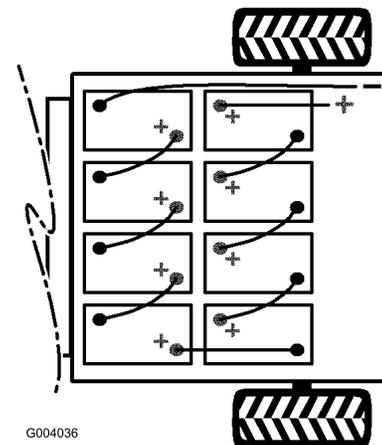

Figura 38
2. Desconecte del borne de la batería el cable negro largo (negativo) que va desde el banco de baterías al vehículo (Figura 38).
3. Desconecte del borne de la batería el cable rojo largo (positivo) que va desde el banco de baterías al vehículo (Figura 38).
- Nota:** Preste atención a la polaridad de las baterías al instalar las baterías nuevas (Figura 38).
9. Conecte las baterías entre sí con los cables retirados anteriormente, según se muestra en Figura 38.
10. Conecte el cable rojo largo (positivo) entre el banco de baterías y el vehículo (Figura 38).
11. Conecte el cable negro largo (negativo) entre el banco de baterías y el vehículo (Figura 38).